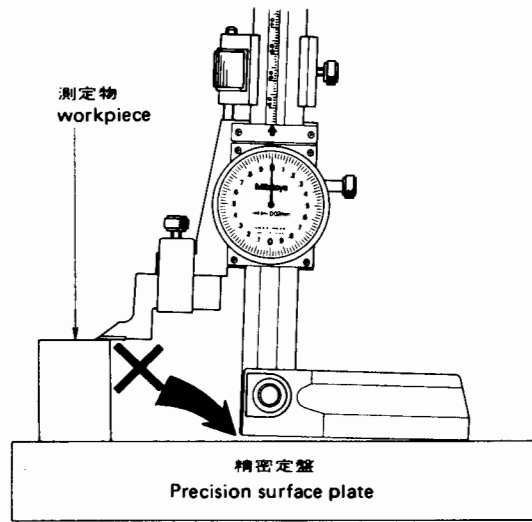

Fig. 5
- 測定の際はスクライバの測定面を測定物に強くあてすぎないようにします。強くあてすぎるとベースが精密定盤から浮き上がることがあります(Fig.5)。特に微動送りの際は手でベースを押さえるなどしてベースの浮き上がりを防ぎます。
- When taking measurement, be careful not to press the scriber on the workpiece with excessive force as it may jack up the base, especially when using the fine feeding screw (Fig. 5). Hold down the base with hand, if necessary.